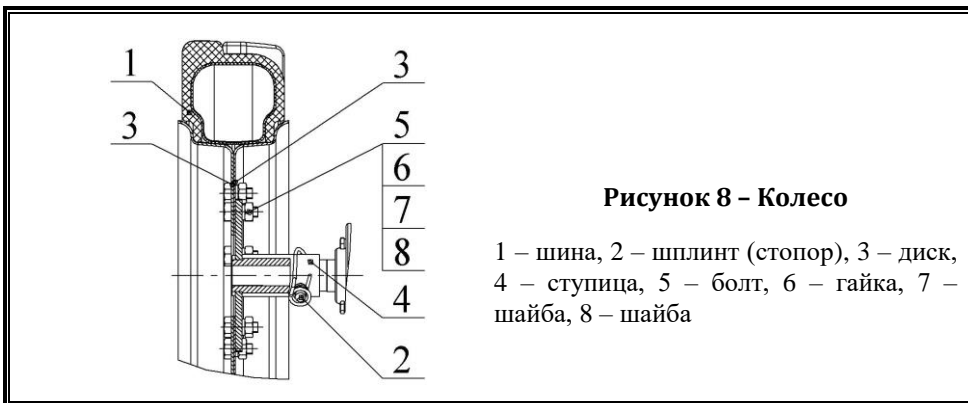

Рисунок 8 – Колесо
Колесо (рисунок 8) состоит из пневматической шины 1, диска 3 и ступицы 4.
6.1.8.5 Установите мотоблок на устойчивые подставки и, удалив шплинт 2 (рисунок 8), снимите колесо с выходного вала редуктора.